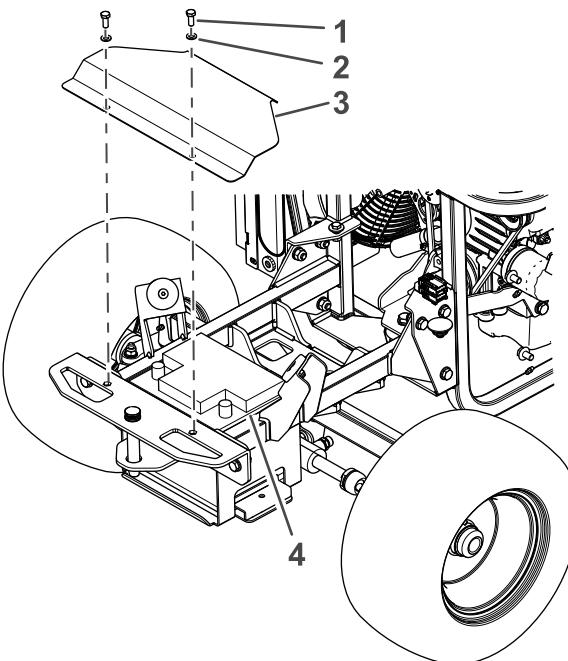

Figura 61
5. Retire os dois parafusos e anilhas da cobertura da bateria (Figura 61).
6. Retire a cobertura da bateria (Figura 61).